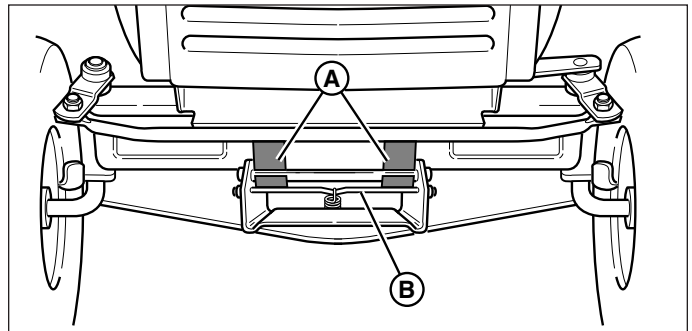

Figure 8. Attelage de la tondeuse
6. Braquer les roues droit vers l'avant. Tirer sur le levier à ressort (B, Figure 8) et soulever l'attelage de la tondeuse pour le dégager des supports du tracteur.
3. Voir la Figure 8. Braquer les roues droit vers l'avant. Tirer le levier à ressort (B) tout en soulevant l'attelage de
8. Braquer les roues droit vers l'avant. Tirer sur le levier à ressort (B, figure 8) et soulever l'attelage de la tondeuse pour le dégager des supports du tracteur.